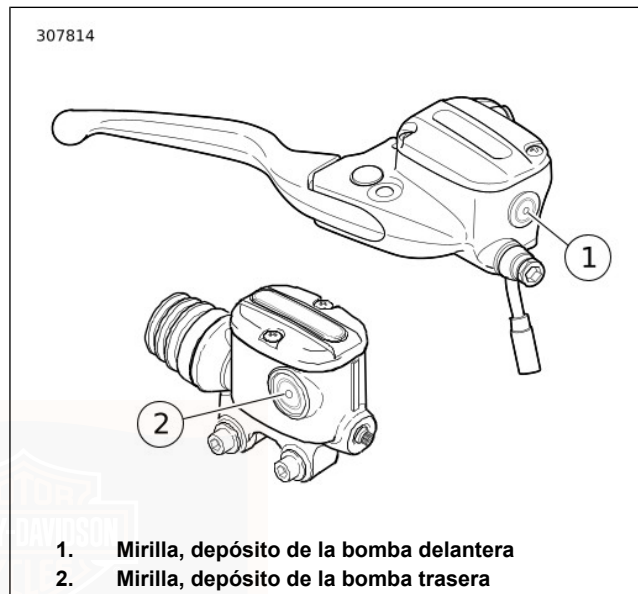

Figura 58. Mirilla del líquido de frenos (típica)
1. Vea Figura 58. Vea por la mirilla en los depósitos de los frenos delantero y trasero para verificar que haya líquido de frenos. Si es necesario, gire los manillares de lado a lado o suavemente agite el vehículo para mover el líquido.